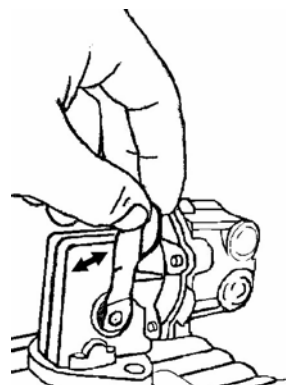

Fig. 5.3
(1) Vérifier si le robinet de sortie du combustible est ouvert.
(2) pour les moteurs montés avec RONIM V ou le réducteur SMI. Actionner plusieurs fois (6 ou 7 fois), le petit levier de la pompe d'alimentation (fig. 5.3). Si la soupape de la pompe à main est obstruée, la purge peut être difficile. Dans ce cas, retirer le boulon du trou de ventilation ainsi que l'extrémité d'entrée du tuyau du filtre, et nettoyer la soupape avec de l'air sous pression.